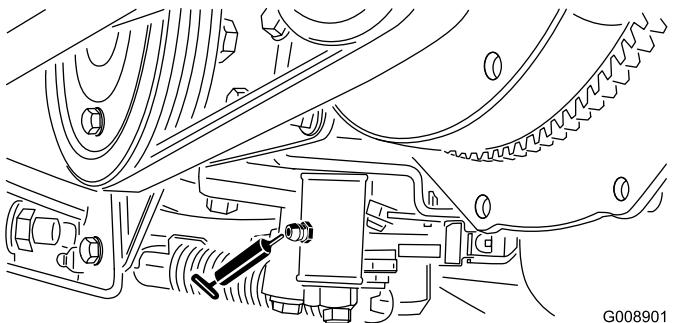

Рисунок 41
- Механизм регулировки нейтрали (Рисунок 41)